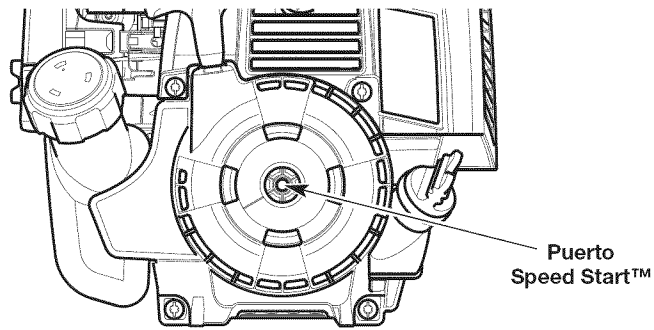

Fig. 16
6. Inserte el accesorio Speed Start™ en el puerto Speed Start™ (Fig. 16). Consulte la sección *Funcionamiento* del manual del operador del accesorio Speed Start™.